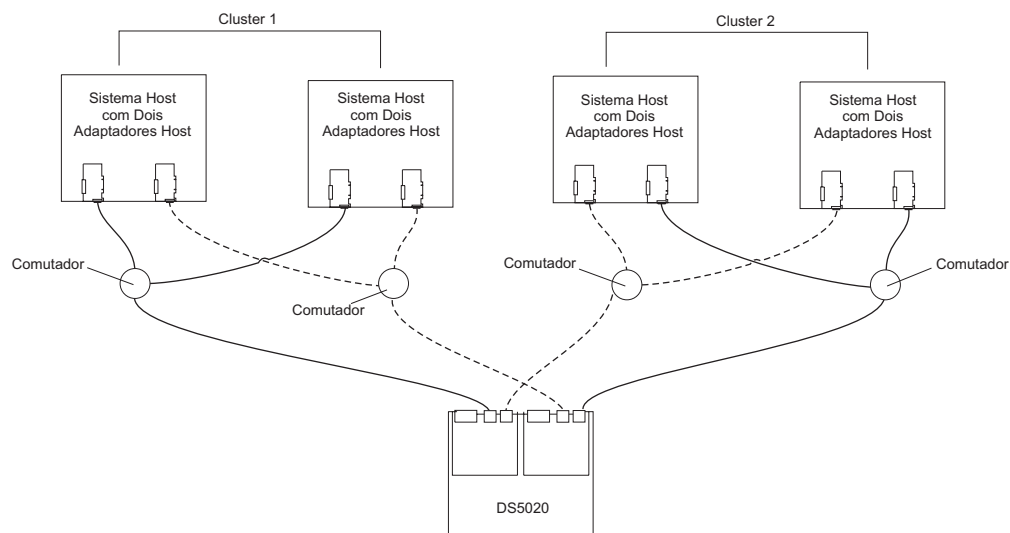

Figura 60. Exemplo de uma Configuração com Dois Clusters
- Dois clusters, conforme mostrado na Figura 60 na página 93
A Figura 60 na página 93 mostra um exemplo de uma configuração com dois clusters.